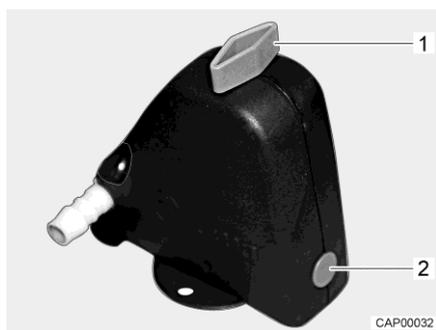
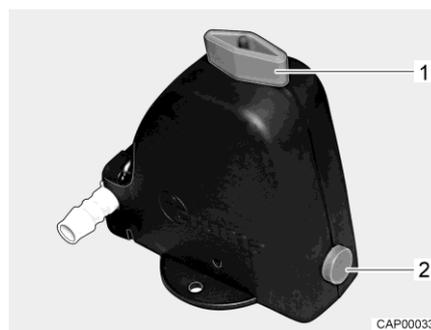

Fig. 71 Valve de sécurité et de vidange fermée
Fig. 72 Valve de sécurité et de vidange ouverte
- Ouvrir la valve de sécurité et de vidange (Fig. 71). Tourner le bouton rotatif (Fig. 71,1) dans le sens longitudinal par rapport à la valve de sécurité et de vidange. Le bouton-poussoir (Fig. 71,2) ressort. La valve de sécurité et de vidange ouverte est représentée à la Fig. 72.